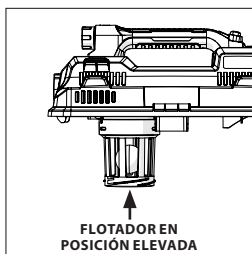

FIG. 3
- Este aspirador en seco y húmedo dispone de un mecanismo de flotación que se elevará automáticamente para cortar el flujo de aire cuando el líquido del depósito supere un nivel predeterminado. Cuando esto suceda, apague el aspirador, retire la batería y vacíe el depósito de polvo. Sabrá que el flotador ha cerrado el flujo de aire si la succión cesa y el ruido del motor se vuelve más agudo debido a la mayor velocidad de este. La capacidad de líquido puede variar con la tasa de recogida. (Fig. 3)